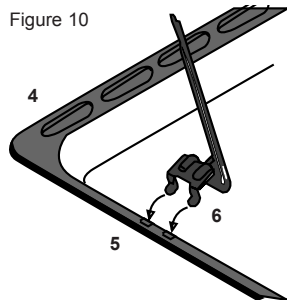

Figure 10
Pour monter le support de broche rotative, introduisez le porte-broche (6) dans les trous (5) du plateau, comme représenté à la figure 10.